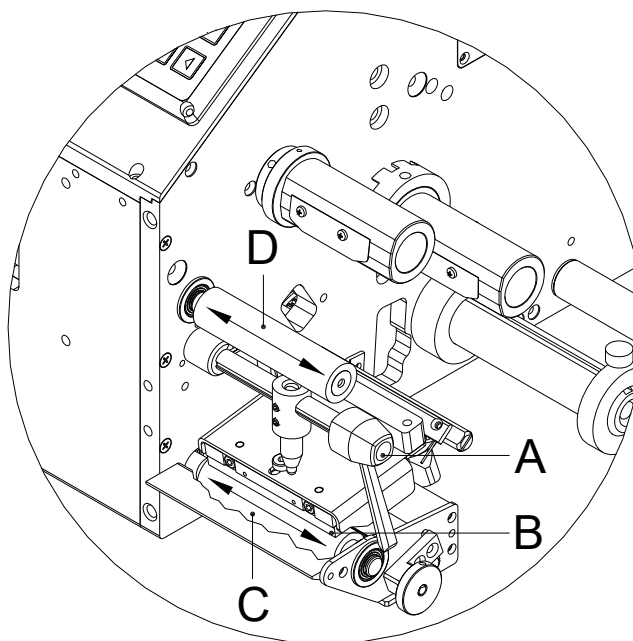

Figura 9
1. Gire la palanca negra (A, in Figura 9) en sentido contrario a las agujas del reloj para levantar el cabezal de impresión.